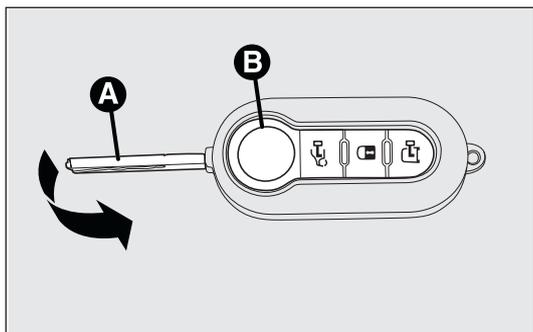
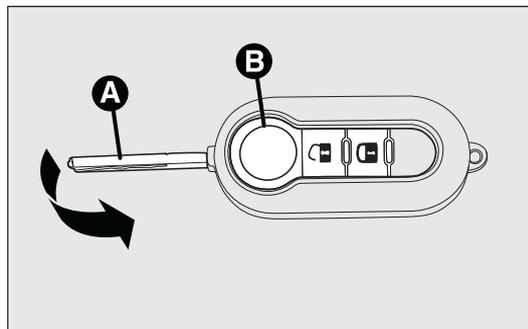
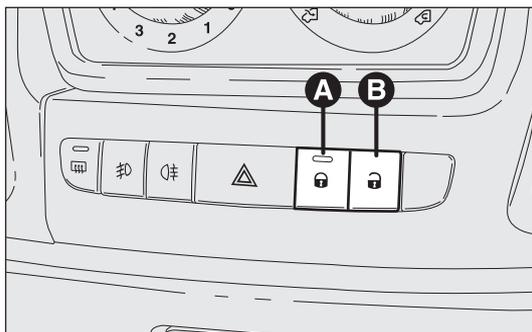

fig. 107
fig. 108
fig. 110
Con las puertas cerradas pulse el botón  del mando a distancia fig. 107 o introduzca y gire la pieza metálica en la cerradura de la puerta del conductor hacia la derecha. El bloqueo de las puertas se activa únicamente si todas las puertas están cerradas. Si hay alguna puerta abierta después de pulsar el botón  del mando a distancia fig. 107, los intermitentes y el led del botón A-fig. 110 parpadean rápidamente durante aproximadamente 3 segundos. Cuando la función está activa los botones A y B fig. 110 están desactivados. Pulsando dos veces rápidamente el botón  del mando a distancia fig. 107 se activa el dispositivo dead lock (véase el apartado “Dispositivo dead lock”).
Pulse brevemente el botón  fig. 107 o  fig. 108, según las versiones, para desbloquear las puertas delanteras a dis-
Pulse el botón A-fig. 110 para cerrar y el botón B para abrir las puertas. La apertura y el cierre son centralizados (puertas delanteras y traseras). Cuando las puertas están cerradas el led del botón A está encendido y al pulsar el botón B se abren en modo centralizado todas las puertas y se apaga el testigo. Cuando las puertas están abiertas el led está apagado y al pulsar el botón se cierran en modo centralizado todas las puertas. El bloqueo de las puertas se activa únicamente si todas las puertas están bien cerradas.
no podrán abrirse con el botón A-fig. 110 ubicado entre los mandos del salpicadero.
- los botones A-B fig. 110 de cierre/apertura.
El dispositivo se activa automáticamente en todas las puertas pulsando dos veces rápidamente el botón  de la llave con mando a distancia fig. 107.
La activación del dispositivo se indica con 3 destellos de los intermitentes y el parpadeo del led del botón A-fig. 110 situado entre los mandos del salpicadero.